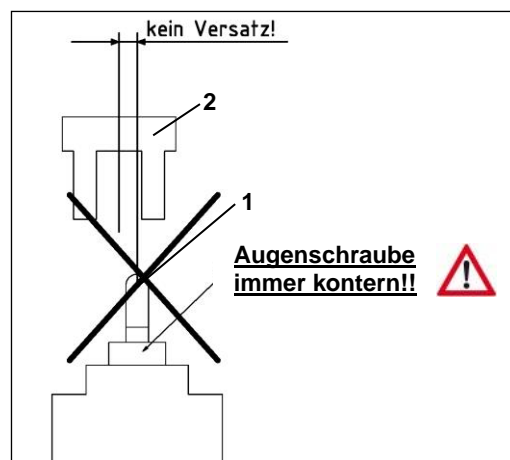

Bild 2
Die Motorausenschraube (1) soll sich, ohne seitlichen Druck auf den Motor, in den Lichtkuppelgriff (z. B. Lagerbock (2)) einschwenken lassen. Dieses gilt vor allem für die eingefahrene aber auch für die ausgefahrene Motorstellung (**Bild 2**). Die Mindesteinschraubtiefe der Augenschraube (1) beträgt 14 mm.